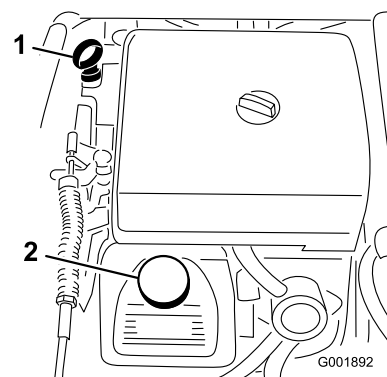

図 47
2. ディップスティックを抜き、ウェスで一度きれいに拭く(図 47)。ディップスティックを、チューブの根元までもう一度しっかりと差し込む。ディップスティックを引き抜いて油量を点検する。
3. オイルの量が不足している場合は、バルブ・カバーについている補給口のキャップ(図 47)を取り、ディップスティックの FULL マークまで補給する。補給するときは、ディップスティックで確認しながら少量ずつ入れてください。入れすぎないように注意してください。
8. 所要量の約 80% のオイルを補給口から入れる (図 47)。